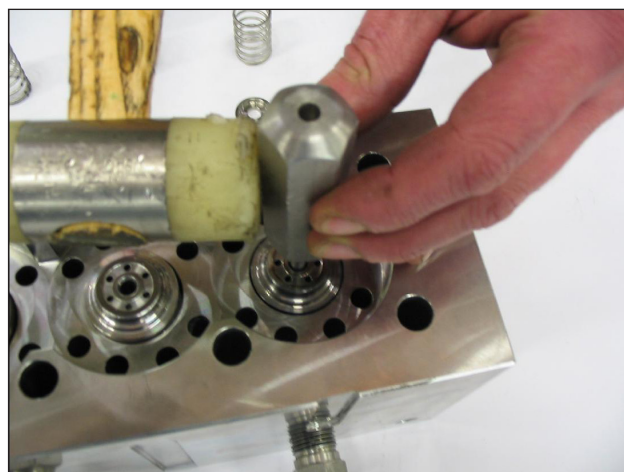

Fig. 42
**Qualora le sedi valvola risultassero bloccate sulla testata causa formazione di calcare o di ossido, devono essere sbloccate inserendo l'apposito attrezzo (cod. 27508000) nel foro di aspirazione operando come in Fig. 42.**